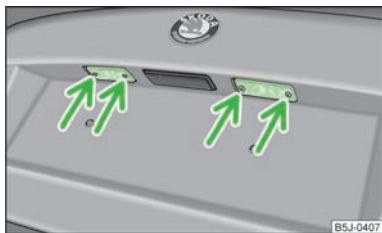

Fig. 153
- Ouvrez la malle arrière et dévissez le cache en verre » fig. 153.